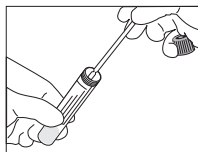

Fig. 1
- Introduza a zaragatoa no tubo até o ponto de quebra (se existente) atingir o nível da abertura do tubo (Fig. 1).